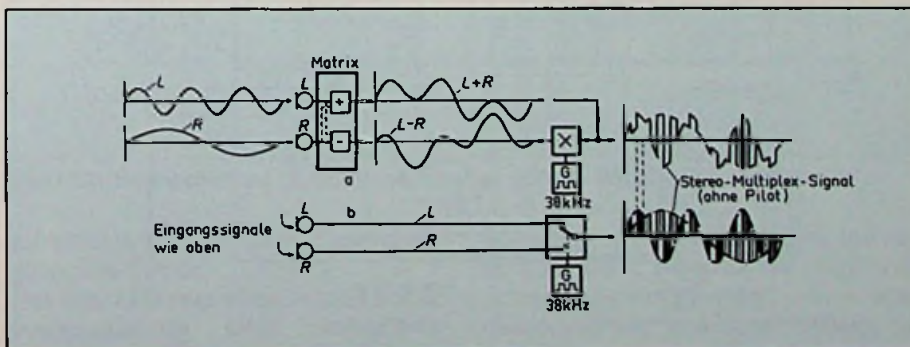
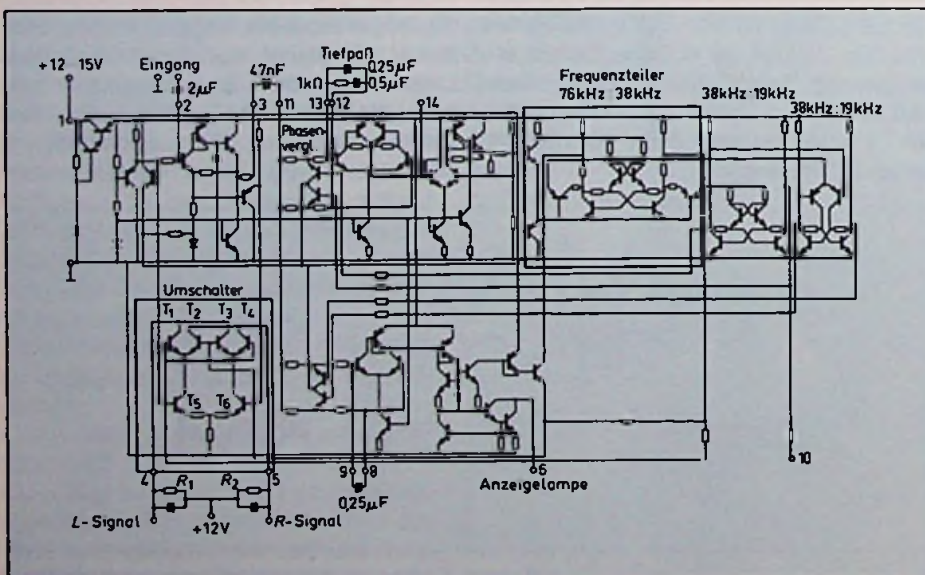

Bild 11.1: Erzeugung des Stereomultiplexsignals auf zwei Arten: a) Matrix und Modulator; b) Elektronischer Umschalter
Bild 11.2: Schalterdecoder als integrierte Schaltung
Die sendeseitige Erzeugung des Stereomultiplexsignals kann auf zweierlei Art geschehen. Im Bild 11.1 wird dies am Beispiel zweier Tonfrequenzen, die hohe im Links-Mikrofon (L), die tiefe im Rechts-Mikrofon (R), gezeigt.
Zeitmultiplex: Es ist fast als kurios zu bezeichnen, daß man das Stereomultiplex-Signal auch auf viel einfachere Weise, nämlich durch sequentielles Schalten des *L*- und *R*-Signals, ebenfalls auf einen gemeinsamen Übertragungsweg, erzeugen kann. (Bild 11.1 unten)! Es ergeben sich zeitlich versetzte Impulse. Wegen des Zeitversatzes spricht man von „Zeitmultiplex“. Als Umschalter muß man sich einen elektronischen Umschalter vorstellen.
Im Bild 11.1 wurde für beide Fälle ein rechteckförmiger Stereohilfsträger angenommen. Dieser ist in der Praxis zwar nicht notwendig, für die grafische Darstellung der Impulsanteile der *L*- und *R*-Signale allerdings zweckmäßig. Die obere der beiden Zeitfunktionen im Bild rechts läßt die Eigenart des Multiplexsignals noch nicht erkennen. Erst wenn man das obere in Abschnitte einteilt, die der halben Periode des Stereohilfsträgers entsprechen, zeigt sich, daß es offenbar nichts anderes darstellt wie das untere. Beim unteren Signal wurden die sequentiellen Impulse auch noch verschieden „eingefärbt“. Die „dunkeln“ Impulse stammen vom *L*-Signal, die hellen vom *R*-Signal, wie man aus den Hüllkurven schließen kann.
Zweck wird ein 19-kHz-Pilot von dem Multiplexsignal im Sender zugeführt. Er dient im Empfänger zur phasenrichtigen Wiedergewinnung des Stereohilfsträgers 38 kHz. Im Bild 11.1 rechts, wurde der Pilot nicht mit eingetragen, um die Darstellung nicht noch unübersichtlicher zu machen. Ein Stereo-Decoder mit einem solchen Schalter wird als „Zeitmultiplexdecoder“ bezeichnet. In Bild 11.2 ist das „Innenleben“ eines derartigen integrierten Schaltkreises dargestellt. Als Umschalter (im Bild links unten) fungiert die bekannte Multiplizierschaltung. Die Schaltspannung kommt von einem Flipflop-Frequenzteiler (76 kHz auf 38 kHz) und geht an die Basen von T1, T4 bzw. T2, T3. Das aufzubereitende Stereomultiplexsignal gelangt über einen 2-µF-Kondensator an den Pin 2 des IC und nach Durchlaufen eines Schaltungsteils, der den Arbeitspunkt und geeignete Phasenlage für die Ansteuerung des Schalters vorgibt, an die Basis von T5 bzw. T6. Die Funktion des Umschalters kann man sich etwa wie folgt vorstellen. Es werde angenommen, daß das Multiplexsignal zusammen mit der Arbeitspunkt-Gleichspannung eine solche Polarität hat, daß die Basisspannung an T5 gegenüber der an T6 überwiegt. Damit fließt in T5 mehr Kollektorstrom als in T6. Ob dieser Kollektorstrom hauptsächlich aus dem Emitter von T1 oder von T2 kommt, hängt von der Polarität der 38-kHz-Schaltspannung ab. Überwiegt die Schaltspannung an T1 gegenüber der an T2, fließt der Kollektorstrom im wesentlichen vom positiven Pol der Betriebsspan-